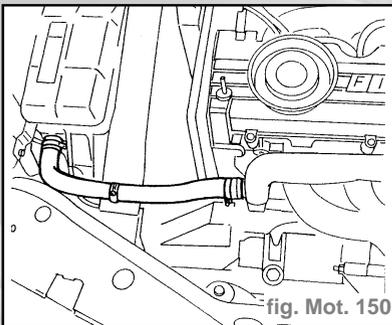

fig. Mot. 150
- Débrancher le tuyau ci-contre de la culasse (fig. Mot. 150).